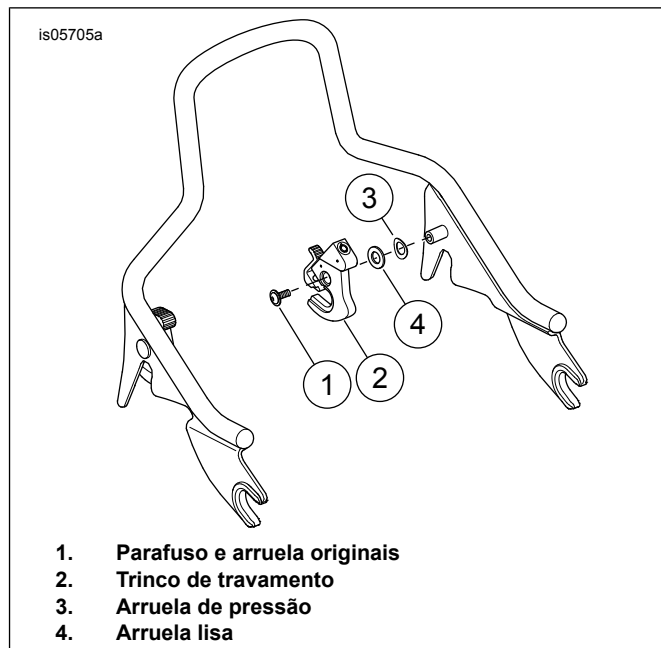

Figura 6. Instalação interna esquerda
2. Veja Figura 6 . Instale a arruela de pressão (3) no cubo de montagem esquerdo.
3. Instale a arruela lisa (4) do kit no cubo de montagem.
5. Instale o parafuso e a arruela originais (1).